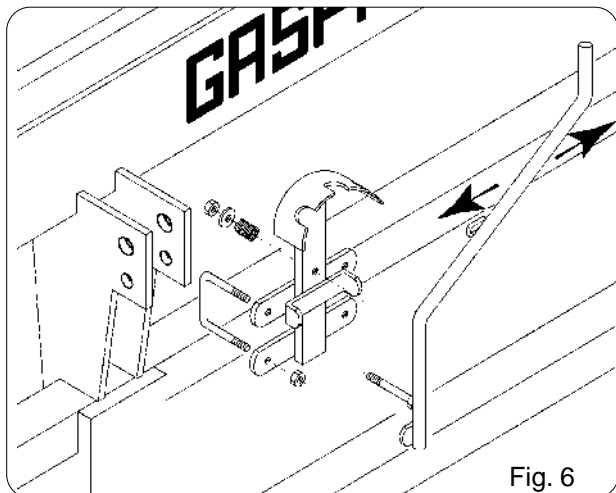

Fig. 6
- Comando manuale (Fig. 6);
- Manual control (Fig. 6);
- Steuerung von Hand (Abb. 6)
- Commande manuelle (Fig. 6);
- Accionamiento manual, estándar (Fig. 6);